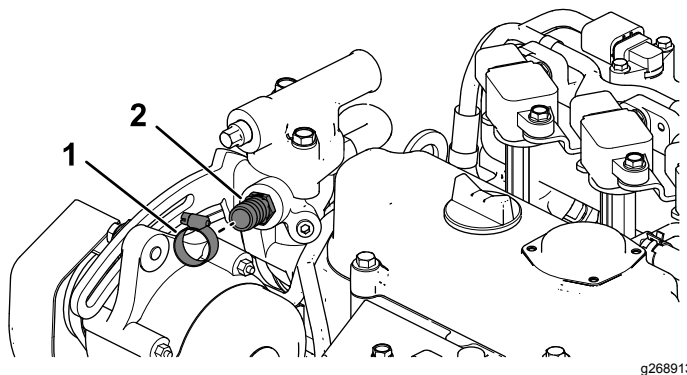

Figura 13
- B. Montate il raccordo diritto ($\frac{5}{8}$ "") con una fascetta stringitubo (Figura 13).